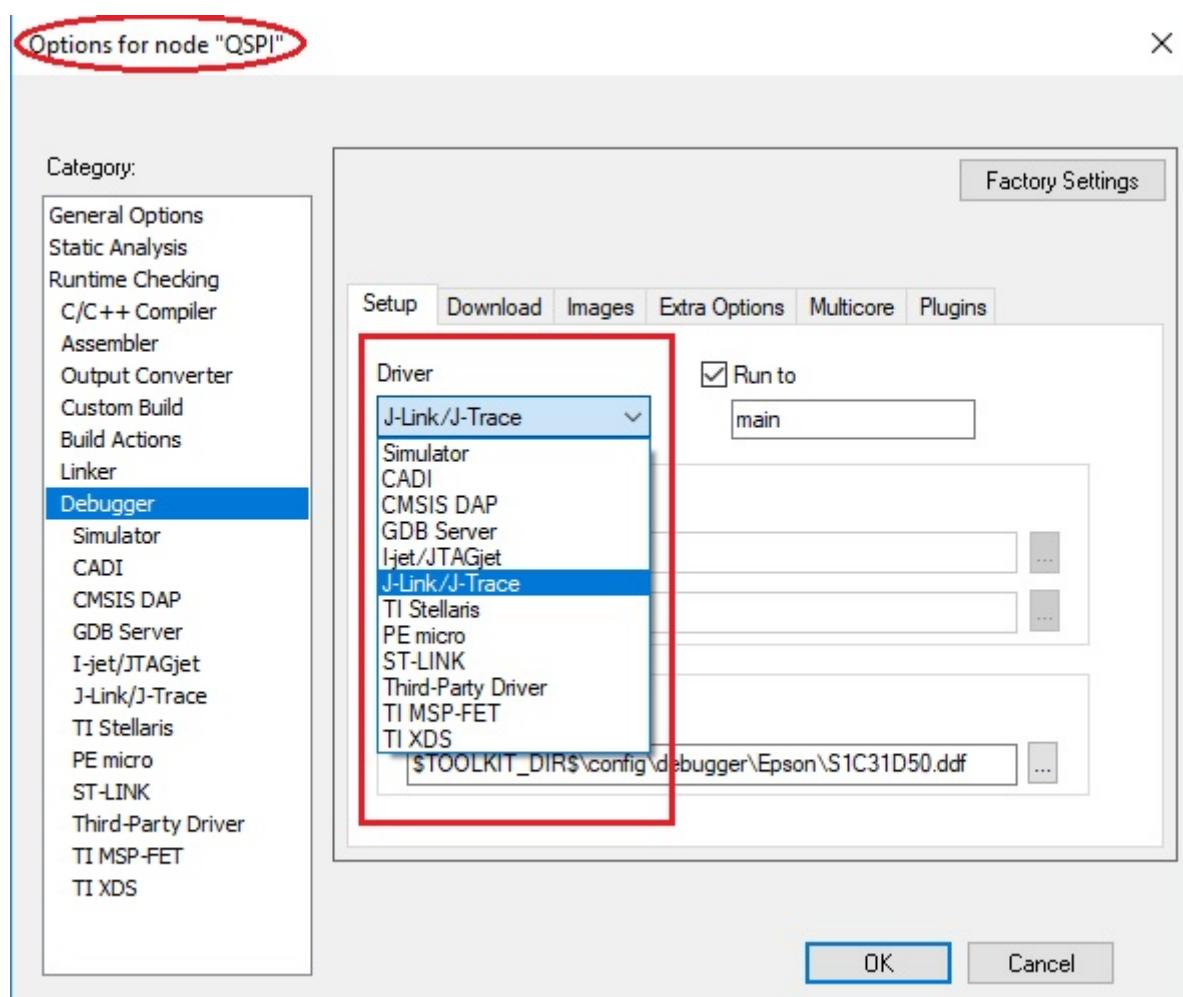

図 2.3.4.1 デバッグプローブの設定
- (1) IAR EWARM メニューの [プロジェクト] > [オプション] を選択します。
- (2) 表示されたダイアログの [カテゴリ] リストから [デバッガ] を選択します (図 2.3.4.1)。
- (3) [設定]タブを選択し、[ドライバ] のドロップダウンリストから使用するデバッグプローブの種類を選択します。I-jet を使用する場合は “I-jet/JTAGjet”、J-Link を使用する場合は “J-Link/J-Trace” を選択してください (図 2.3.4.1)。